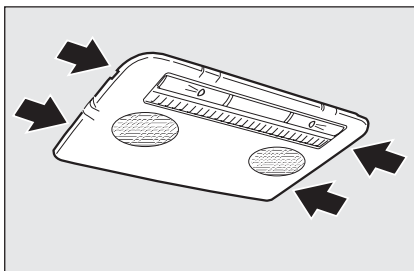

fig. 42
- rimuovere la plafoniera anteriore agendo nei punti indicati dalle frecce (vedere **fig. 42**);